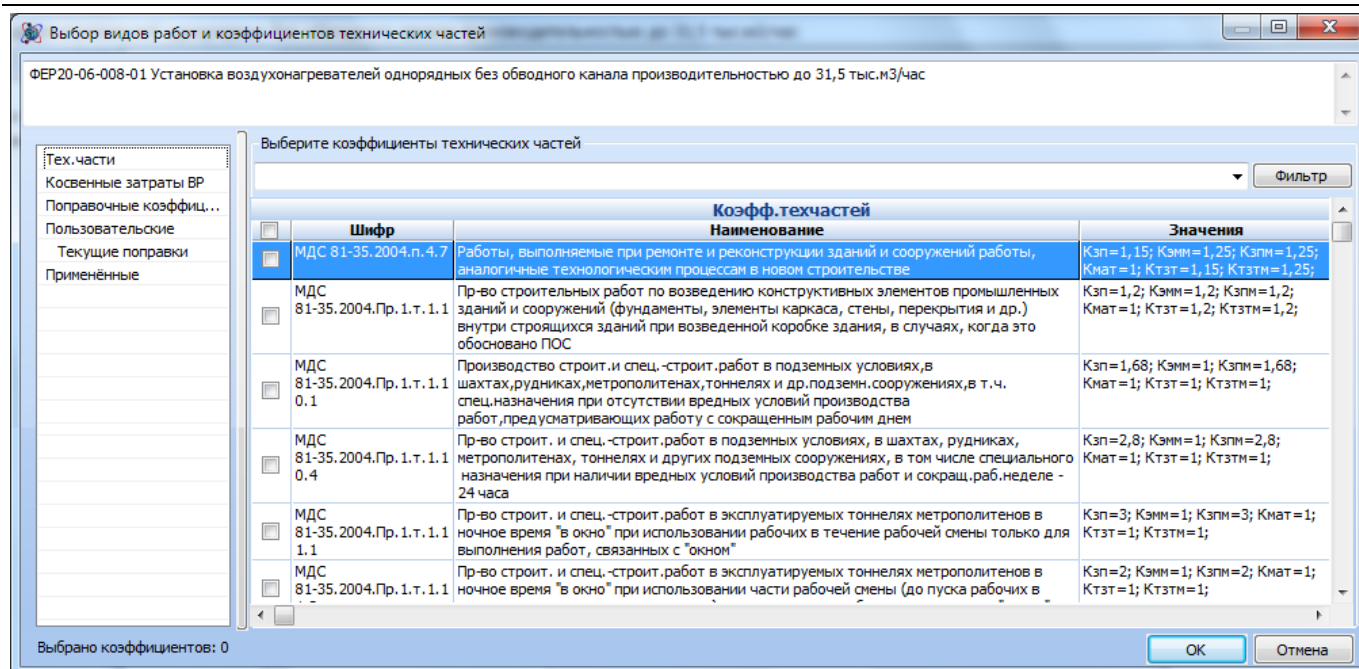

Рис. 3.10 Диалоговое окно База коэффициентов
2. В открывшемся диалоговом окне *База коэффициентов* (рис. 3.10) при помощи флагов выбрать нужные коэффициенты;